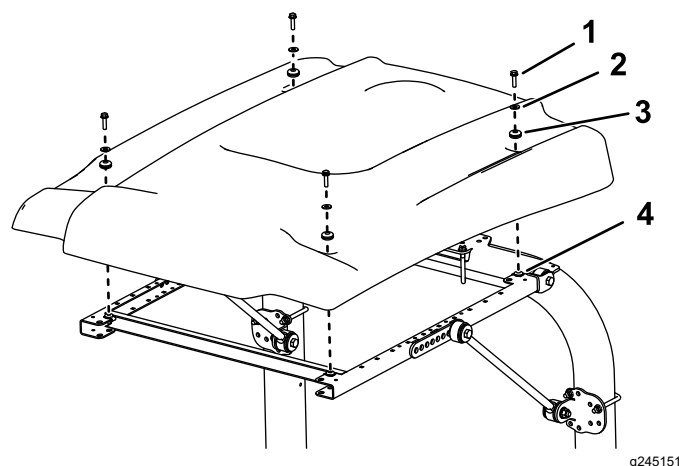

Figura 25
13. Ao alinhar os furos de montagem, posicione o toldo na estrutura como se mostra na Figura 25.
14. Monte, sem apertar completamente, cada canto do toldo na estrutura com um parafuso de cabeça flangeada (5/16 pol. x 1¼ pol.), uma anilha pequena e um olhal (Figura 25).